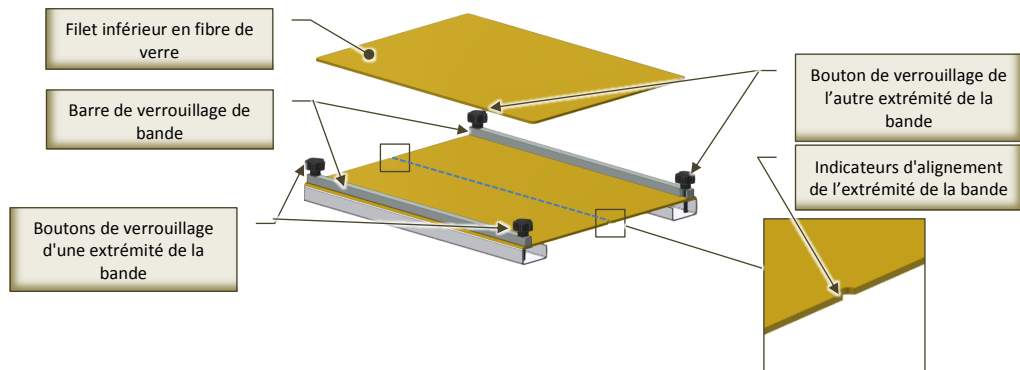
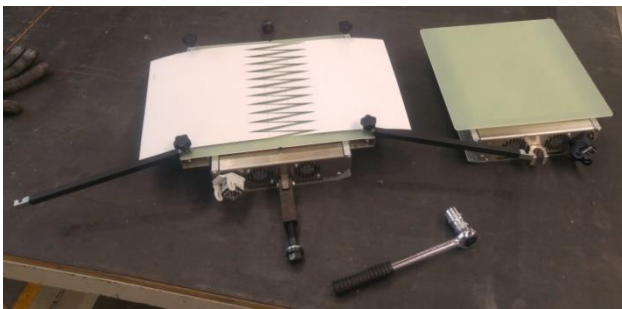

Fig. 8.4-3 - Positionnement de la bande Fabric sur la plaque de jonction (pièces)
Fig. 8.4-4 - Positionnement de la bande Fabric sur la plaque de jonction
2. Si vous souhaitez réparer un ruban Fabric, chargez-le dans la plaque de jonction (Fig. 8.4-3 et Fig. 8.4-4) :